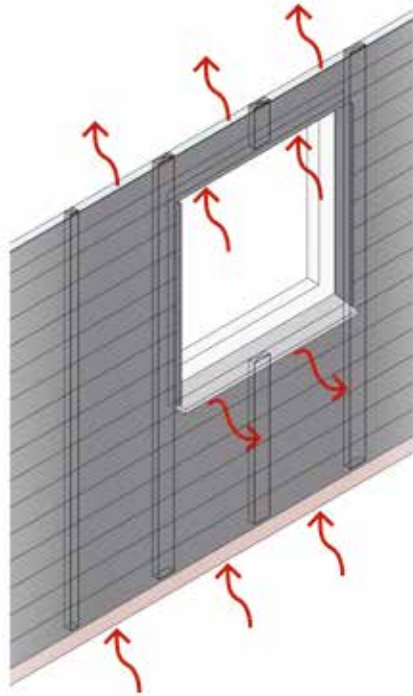

fig.1 – Ventilert fasade
- Hulrommet bør ikke dekkes til i topp eller bunn, eller ved dør eller vindu (se fig. 1)